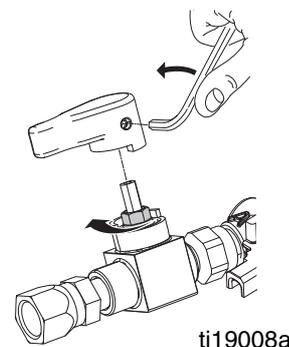

FIG. 10: Écrou du presse-étoupe de la vanne à produit
3. Desserrer la vis de réglage et retirer la poignée. Voir la FIG. 10.